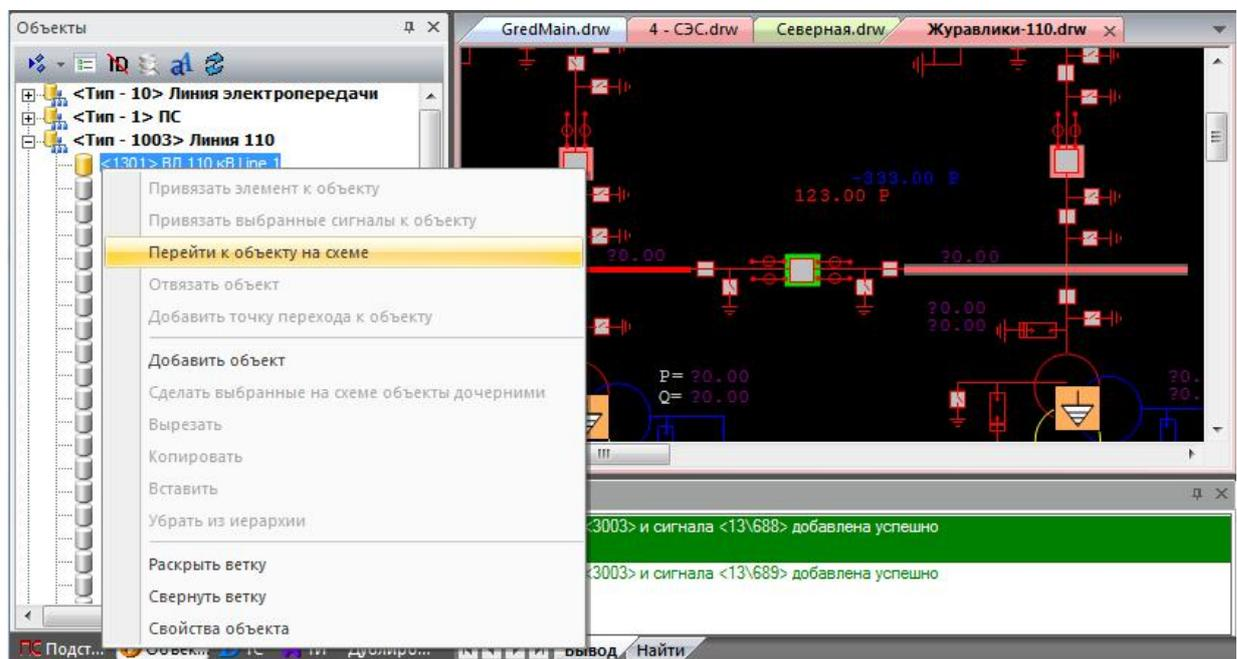

Рисунок 364 – Выбор команды «Перейти к объекту на схеме»
**Команда «Перейти к объекту на схеме»** предназначена для быстрого поиска объекта на схеме (рисунок 364).